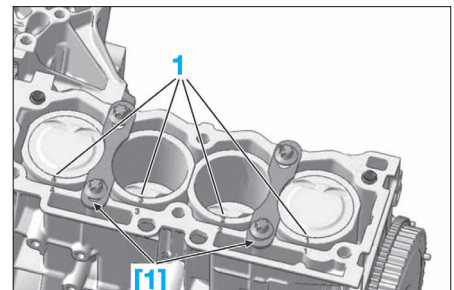

FIG. 48
- [1]. Bride de maintien des chemises (ref PSA : 0132-A1Z) (Fig.48).
- le joint de culasse puis brider les chemises à l'aide des outils [1] (Fig.48).